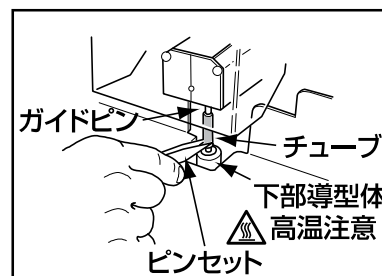

図30
3. 下部導型体と共に、ガイドピンに残っているチューブが上がってきます。付属のピンセットでチューブをつまんでください。 図30 参照